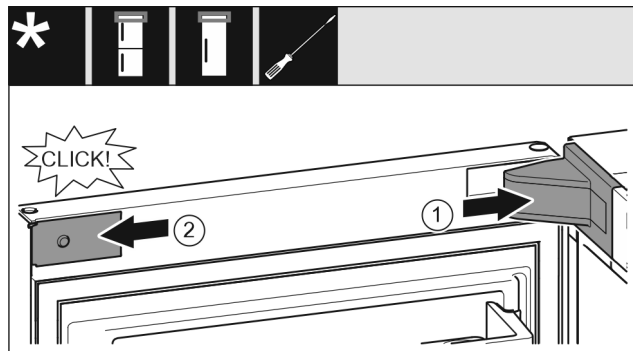

Fig. 21
- ▶ Nasadíte a zaklapnete kryt stojanu ložiska, příp. opatrně odtlačíte od sebe. Fig. 21 (1)
- ▶ Z boku nasadíte zásepku a zaklapnete. Fig. 21 (2)